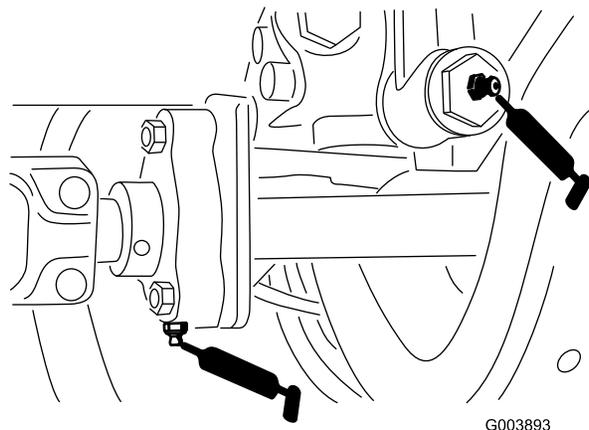

Figura 46
- 1 raccordo sulla tiraneria di controllo della trasmissione, alla trasmissione (Figura 46)
- 1 raccordo sul cuscinetto di supporto dell'albero di trasmissione (Figura 46)
- 3 raccordi sull'albero di trasmissione del ponte posteriore (Figura 46)